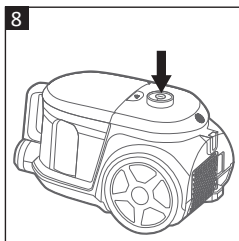

Рис. 8
- Натисніть кнопку живлення (13), щоб увімкнути пилосос (рис. 8).
1. Натисніть кнопку живлення (13), щоб вимкнути пилосос (рис. 8).